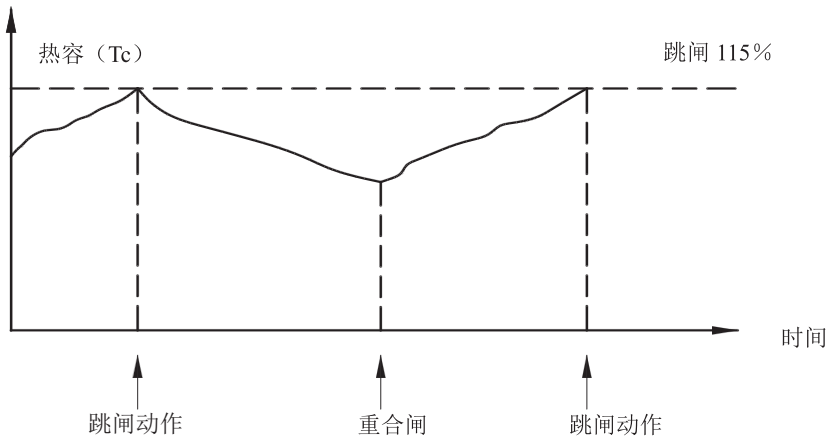

图 1 热记忆特性
4.1.2.3在断路器动作后热容减少，断路器合闸后先前电流所产生热容被记忆。即动作分闸后热容减少，重合闸后热容按照此时电流继续变化。如图1所示：